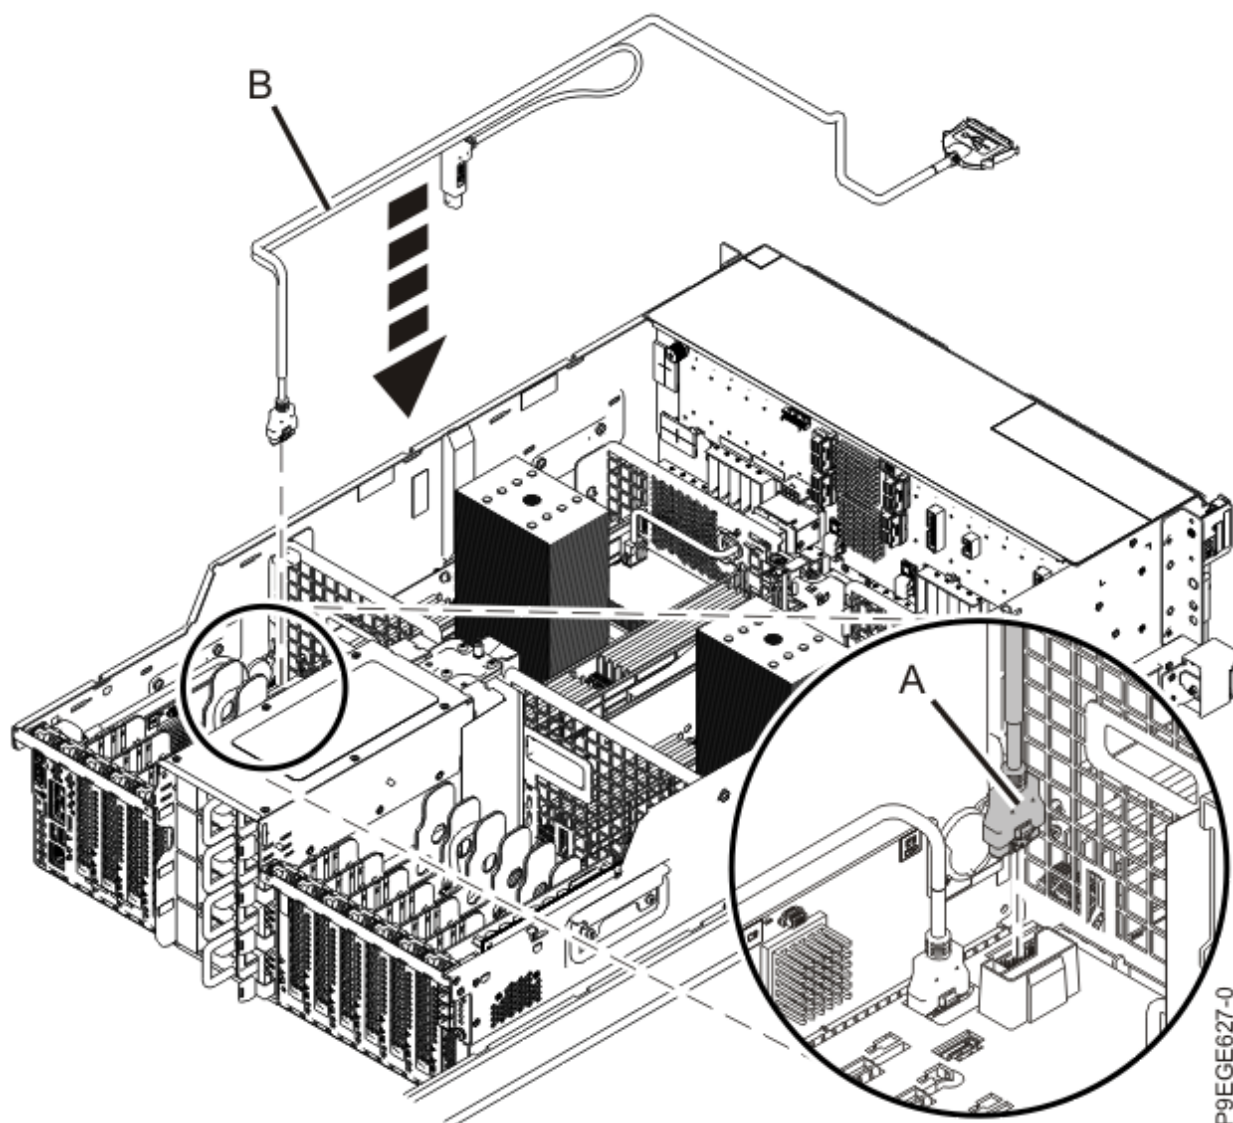

Figure 26. Remise en place du câble USB avant dans le fond de panier système
6. Branchez le connecteur USB **(A)** du câble USB **(B)** au fond de panier système, comme illustré à la Figure 26, à la page 28.